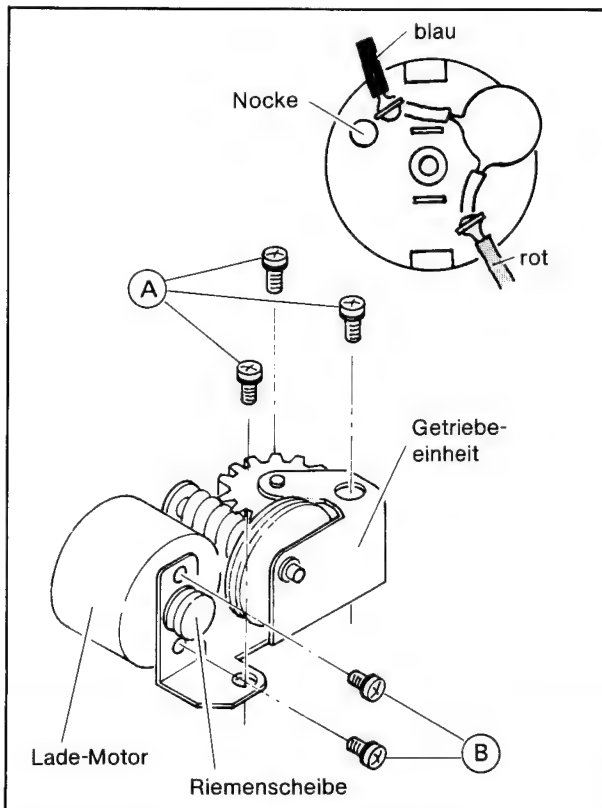

Bild 2-7
2. Die Schrauben A entfernen, das Getriebe abnehmen (Bild 2-7).